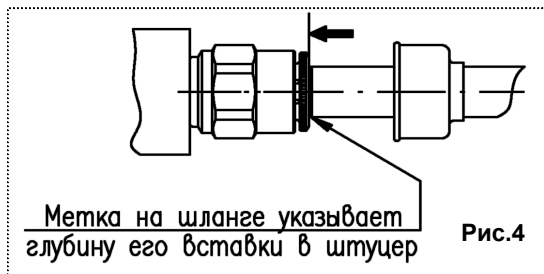

Рис.4
**6.3.4 Замена шланга наконечника** - извлечь из фитингов наконечника (**5**) и шайбы (**11**) изношенный шланг и установить в штуцер шайбы до метки (для облегчения поворачивать шланг вокруг продольной оси (рис.4).